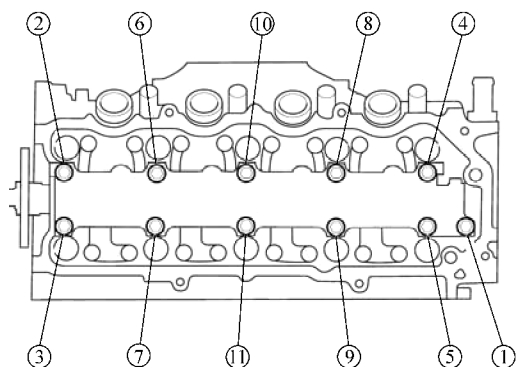

图 13-7 摇臂轴螺栓松开顺序
3) 按图 13-7 所示的顺序一次旋开摇臂轴安装螺栓两圈。